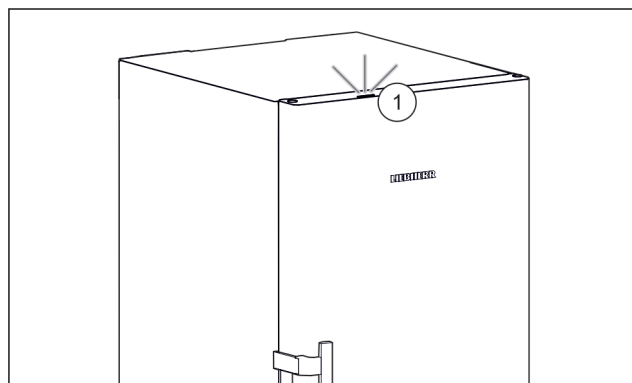

Fig. 4
Når du tager apparatet i brug, er statuslyset Fig. 4 (1) deaktiveret fra fabrikken.